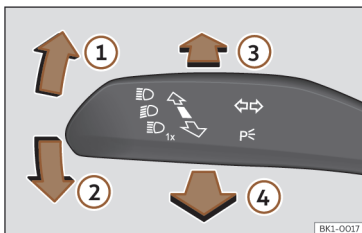

Fig. 104 Levier des clignotants et des feux de route (selon les versions).
- À partir de la position de base, poussez vers l'avant le levier des clignotants et de feux de route >>> **fig. 104 ③**.
- **OU** : avec l'assistant des feux de route activé, tirez vers l'arrière le levier des clignotants et des feux de route >>> **fig. 104 ④**.